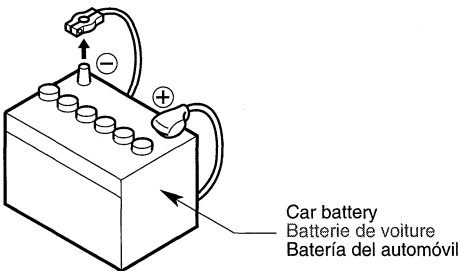

Figure 1 / Figure 1 / Figura 1
3. Be sure to disconnect the battery “⊖” terminal before starting. This is to prevent short circuits during installation (Figure 1).
3. S'assurer de débrancher la borne “⊖” de la batterie avant de commencer. Cela évitera les court-circuits pendant l'installation (Figure 1).